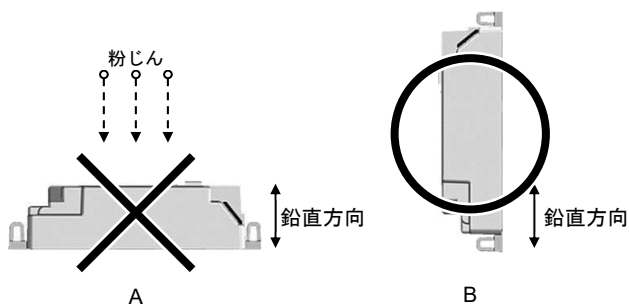

図9
- 防じん構造のボックスなどに格納されていない場合は、『図9 A』に示すような設置は行わないでください。コネクタ内に粉じんがたまりやすくなります。